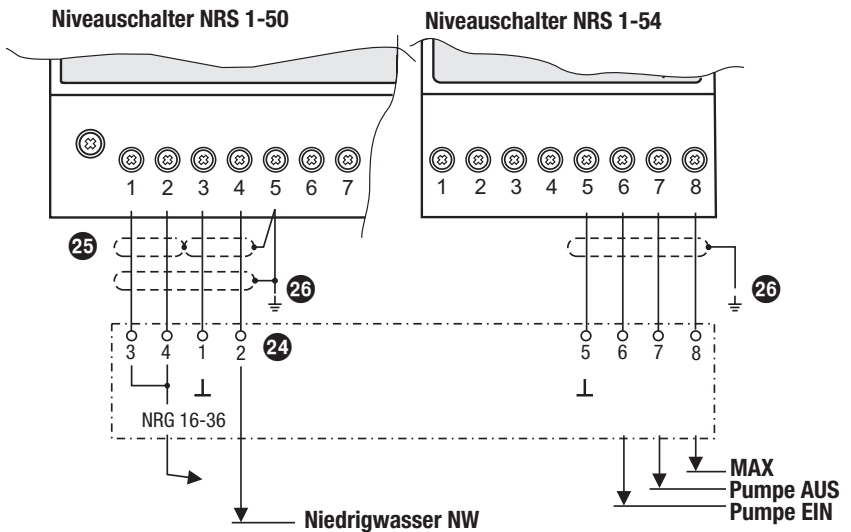

Fig. 8
Belegen Sie die Klemmleiste gemäß dem Anschlußplan. **Fig. 8.** Schließen Sie die Abschirmungen an die Klemme 5 und an den zentralen Erdungspunkt (**ZEP**) im **Schaltschrank** an.
3. Anschlussklemmen gemäß Anschlussplan **Fig. 8** und **Tabelle Funktionen S. 10** belegen